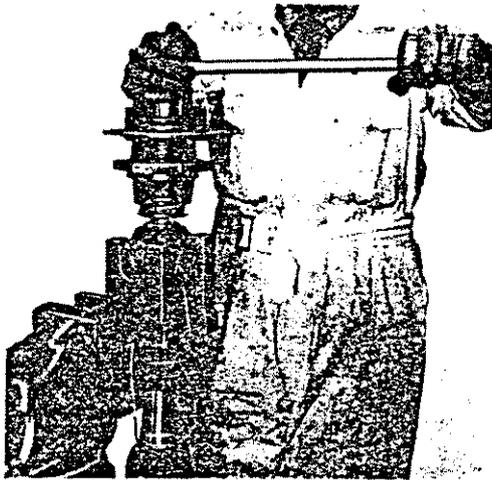
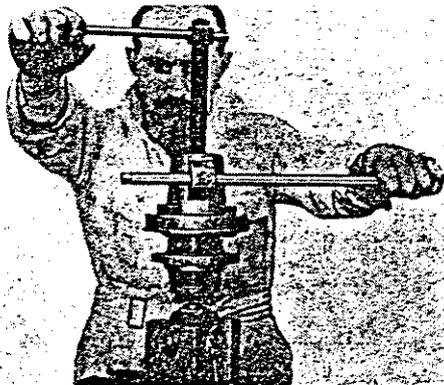

Abb.42
Abb.43
Die Achswelle, wie auf Abb.42 ersichtlich, in die Spannvorrichtung klemmen und die Mutter (40) und Unterlegscheibe (41) entfernen und die Nabe (43) abziehen. Siehe Abb.43. Das Hinternabenlagergehäuse wird mit der Nabe entfernt. Den Keil (55) entfernen und die eindrückbare Buchse (47) ausscheiden; den inneren Nabenlagerkonus (48), die Lagerdistanzhülse (50) und den Steinschutz (51) ausbauen. Die Naben der Sicherungsscheibe (53) freimachen und die Einstellmutter (52) sowie die Gegenmutter (54) um eine komplette Umdrehung zum Kreuzgelenk hindrehen. Das Lagergehäuse (46) unter der Auflagefläche abstützen und den Außenlauftring des inneren Nabenlagers herausdrücken. Der Innensimmerring (49) wird gleichzeitig mitentfernt. Den äußeren Simmerring (44) herausheben und den Außenlauftring (45) des äußeren Nabenlagers entfernen. Den äußeren Nabenlagerkonus (45) mit dem Werkzeug Nr. S4221A-16 von der Nabe abziehen.